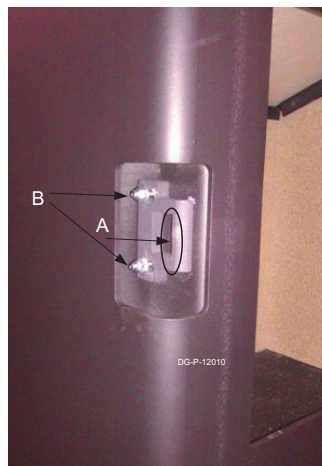
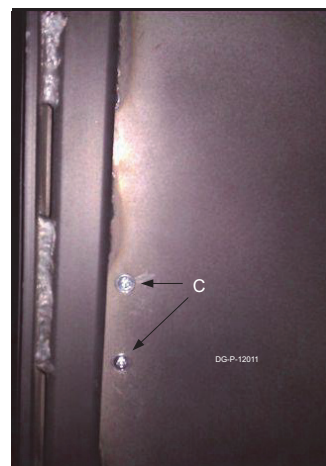

Fig. 1
Fig. 2
- Schmieren Sie eventuell die Innenseite der Schließplatte mit etwas wärmebeständigem Fett (Abb. 1, A).
- Lösen Sie dazu die zwei Kreuzkopfmetallschrauben (Abb. 2, C) und die selbstsichernden Muttern (Abb. 1, B) etwas.
- Lösen Sie die selbstsichernden Muttern (Abb. 1, B) um eine Umdrehung, und zwar gerade so weit, dass die Schließplatte verschoben werden kann. Verschieben Sie die Schließplatte einen mm; sorgen Sie dafür, dass die Vorderseite der Schließplatte parallel zur Vorderseite des Kamins bleibt.
Achtung Der Rauchgasabzug (Nischenrohr oder geeignetes Anschlussrohr für Edelstahlrohr 150 mm) in der Decke muss 190 mm vom Mittelpunkt der Wand entfernt sein (siehe Abb. 1). Wenn dieser Abstand kleiner oder größer ist, müssen Bögen verwendet werden.
- Die empfohlene Höhe beträgt 930 mm (450 mm unter dem Kamin). Die Mindesthöhe der Wandplatte muss jedoch 780 mm betragen (300 mm unter dem Kamin), siehe Abb. 2.